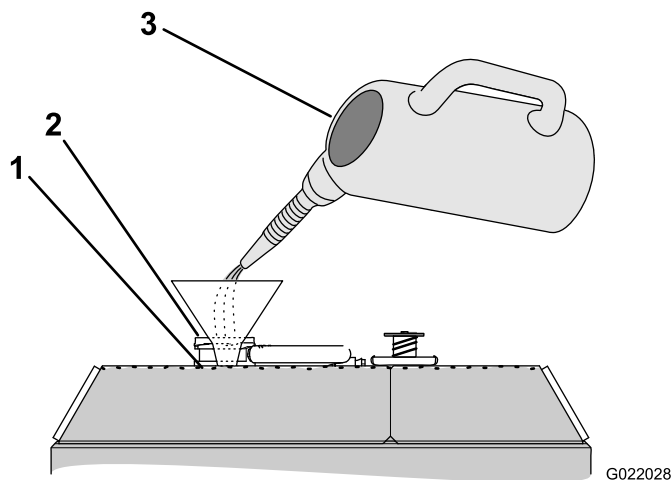

Figura 105
3. Adicione líquido de arrefecimento no radiador até o nível beirar o fundo do bocal de enchimento (Figura 105).